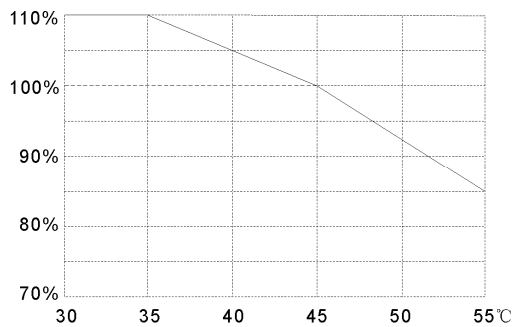

图3-1 额定输出电流与环境温度关系
- (1) 不要安装在多导电尘埃、金属粉末、腐蚀性、爆炸性气体的场所，振动小于 0.5G；
- (2) 温度：-10~45℃，由于环境温度变高造成控制器散热效果变差，有必要降额使用，额定电流与环境温度的关系如图3-1所示；
- (3) 湿度：20%~90%RH，无水珠凝结；
- (4) 海拔：在海拔高度超过1000米的地区，由于空气稀薄造成控制器散热效果变差，按 GB/T3859.2-93